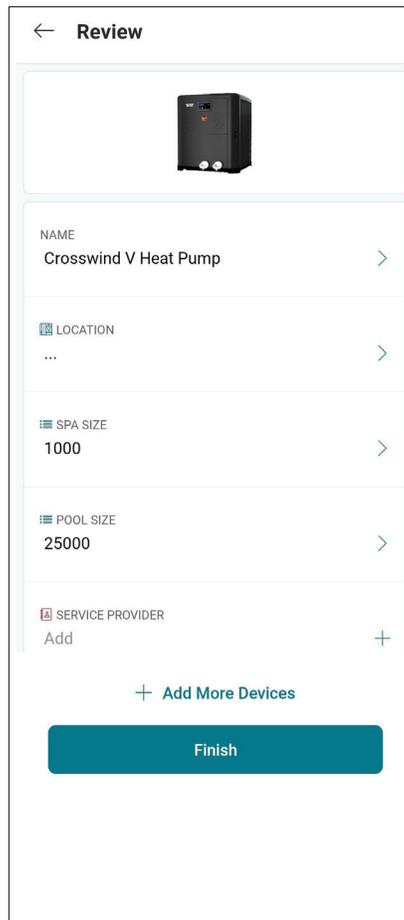

Figure 80. Vérification de la configuration de l'appareil
3. Pendant la configuration de l'appareil, des informations de base relatives à l'appareil seront demandées, notamment le responsable de l'entretien/du dépannage, l'emplacement d'installation, la taille de la piscine ou/et du spa. Voir Figure 80.